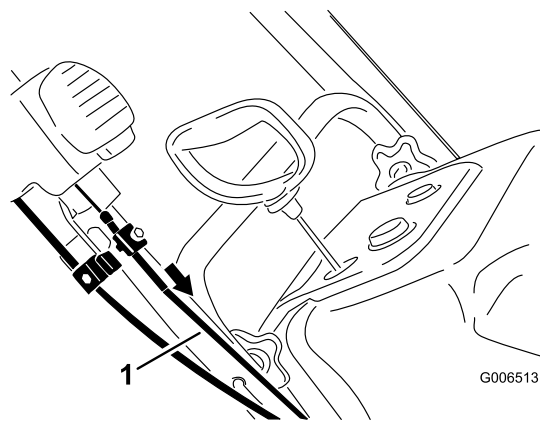

Bild 36
5. Ziehen Sie den Mantel des oberen Bowdenzugs nach vorne, bis der Bowdenzug straff ist. Ziehen Sie die Schraube an der oberen Kabelklemme fest (**Bild 36**).